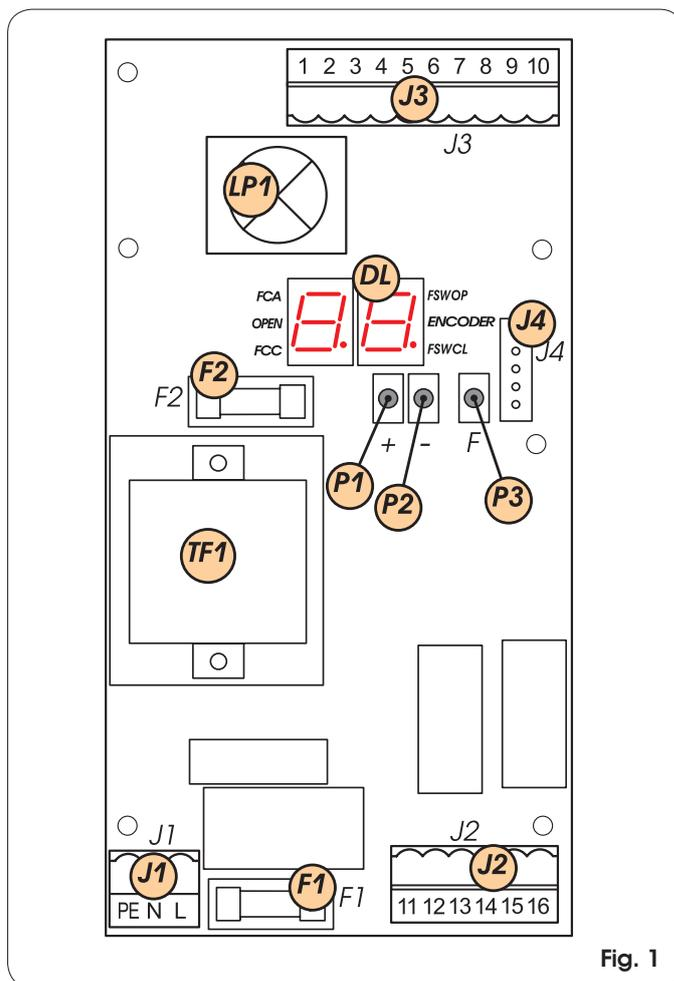

Fig. 1
- Connecter le câble de terre à la borne adéquate prévue sur le connecteur J1 de l'armoire (voir fig. 1).